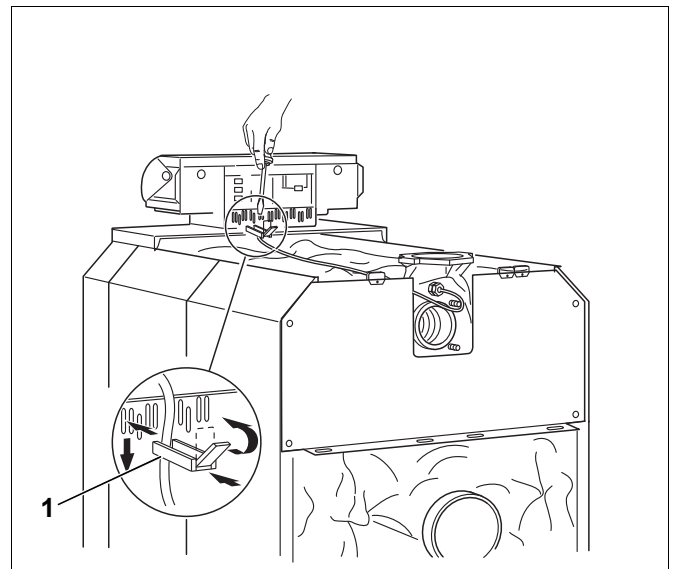

Рис. 64 Крепление электрической проводки
- ▶ Вставьте хомуты с уложенными в них проводами в рамку и закрепите их, повернув рычажок (рис. 64, [1]).